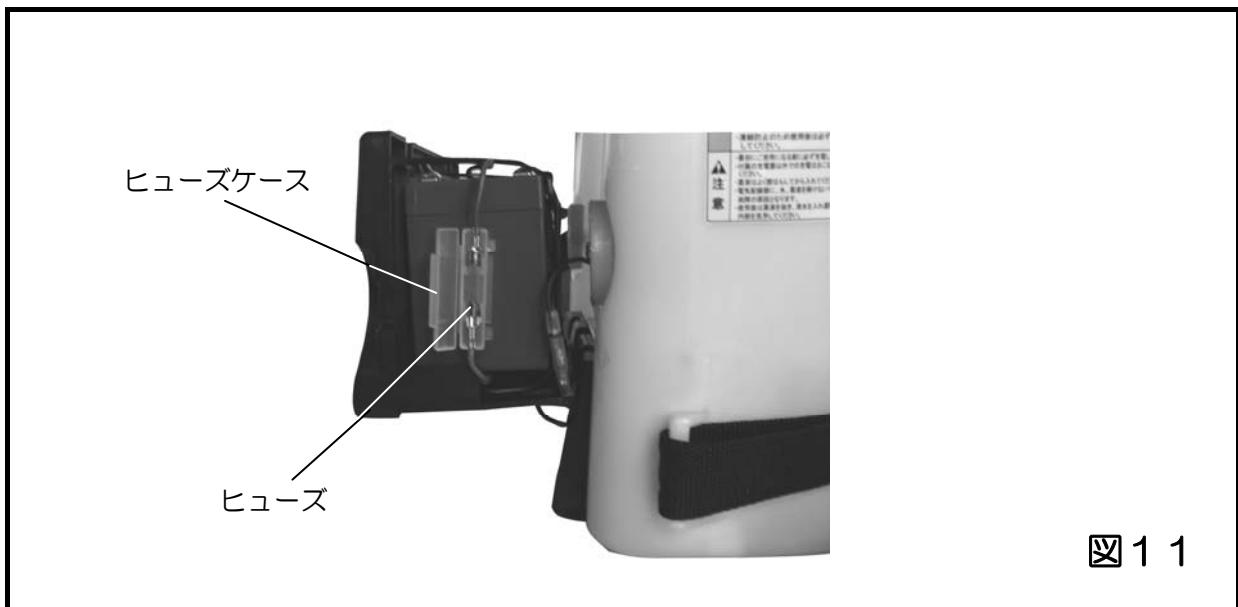

図11
- ③ 充電式電池の+（プラス）端子に接続しているコード（赤）の途中に、ヒューズケースがあります。同ケースを開き、ヒューズを交換します。 （図 11）
- ④ 逆の手順で、組み戻します。